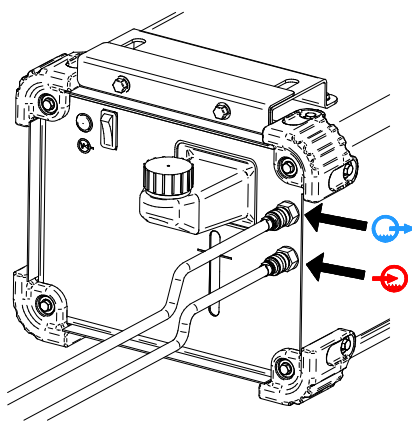

Figura 6.
- Collegare i tubi flessibili del gruppo di raffreddamento ai raccordi di ingresso [5] e di uscita [4] (Figura 6).
- Collegare i tubi del gruppo di raffreddamento – Figura 6.